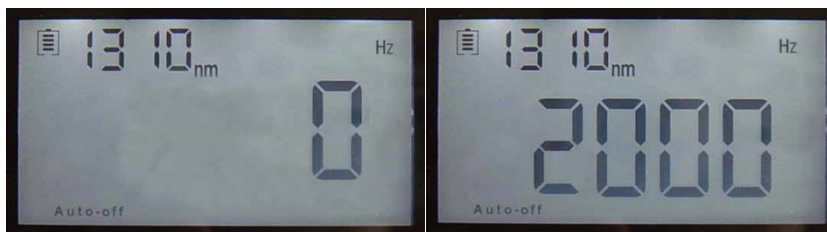

Рисунок 5-10
(3) кнопка **$\frac{CW}{\text{m}}$** : После включения лазера в модуле источника света нажмите кнопку для перехода к 0HZ, 270HZ, 1000HZ, 2000HZ по очереди. (рисунок 5-10)